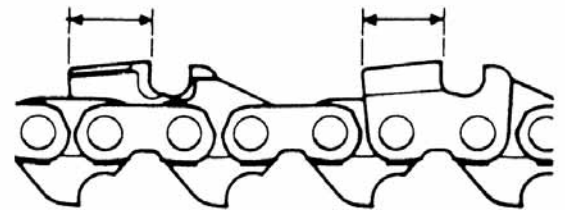

Fig. 4-6
- 5) Mantener la misma longitud en todas las cuchillas. (Fig. 4-6)